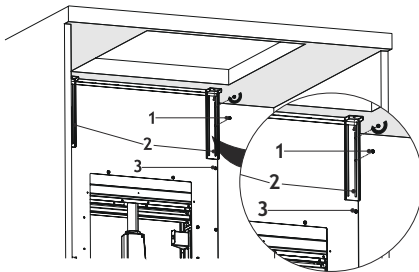

Fig. 16
6. ▶ Montera fläkten med de 2 x korta monteringsbeslgaen i bänkskivan (Fig. 16).